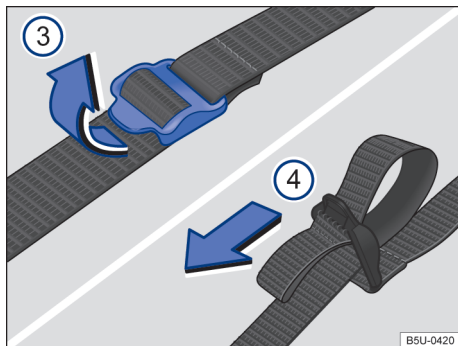

Fig. 134 Cintas de fixação da bolsa das ferramentas de bordo.
- Puxar as fivelas da cinta de fixação no sentido da seta → Fig. 134 ③.
- Puxar firmemente as cintas ① pelas alças no sentido da seta → Fig. 134 ④ para fixar a bolsa das ferramentas de bordo.